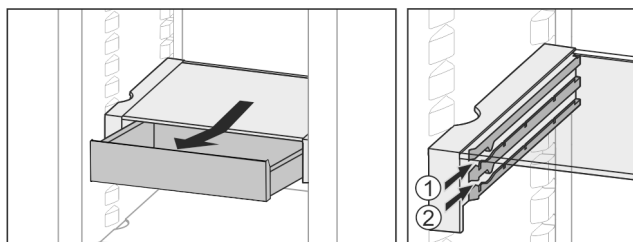

Fig. 31
- ▶ Zasuňte v libovolné výšce Fig. 31 (1) nebo Fig. 31 (2).